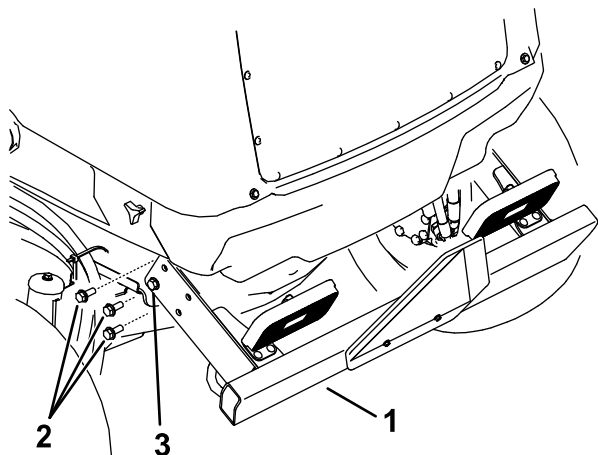

Figure 110
2. Retirez les 3 vis à embase de chaque côté du pare-chocs arrière, comme montré à la Figure 110.
6. Relevez le pare-chocs arrière en position et insérez les vis à embase. Serrez toutes les vis à embase qui fixent le pare-chocs arrière au cadre (Figure 110).